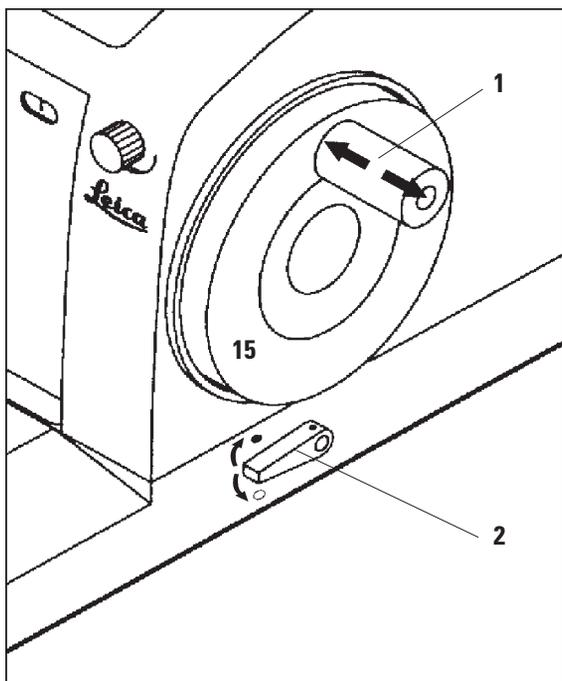

Fig. 2
A roda de mão (15) pode ser travada na posição de 12 horas (Fig. 2).
É possível ativar o freio da roda de mão, não importando a posição do cabo, utilizando a alavanca (2) localizada no lado direito da placa da base do micrótomo. Quando a alavanca for empurrada para cima, a roda de mão ficará travada. Dois símbolos na placa da base do micrótomo indicam as posições 'travada' e 'destravada' (Fig. 2).